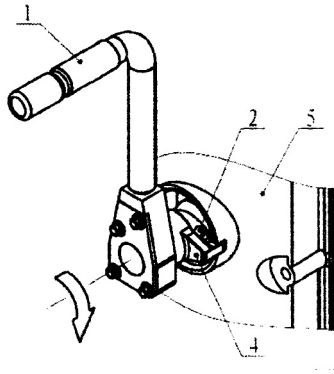

图 3
c. 保持拨套4位置不变，摇动摇手柄使起动销2插入柴油机起动轴的凹槽内，此时拨套4上的方销也应插入齿轮室盖5上的方槽内（见图3）；
d. 右手握住摇手套1，顺时针摇动摇手柄，开始正常起动柴油机（见图3）；